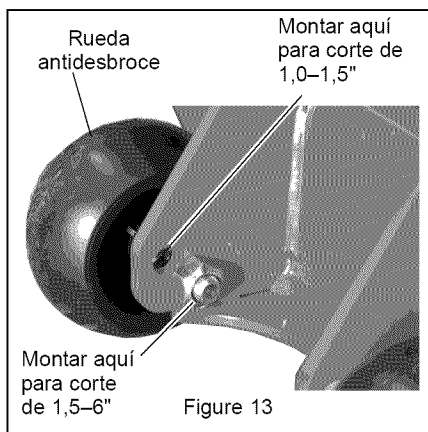

Figure 13
4. Para ajustar los rodillos antidesbroce, extraiga los pernos de 1/2-13 x 5" y vuelva a montarlos en el orificio apropiado para la altura de corte deseada (consulte figure 13).